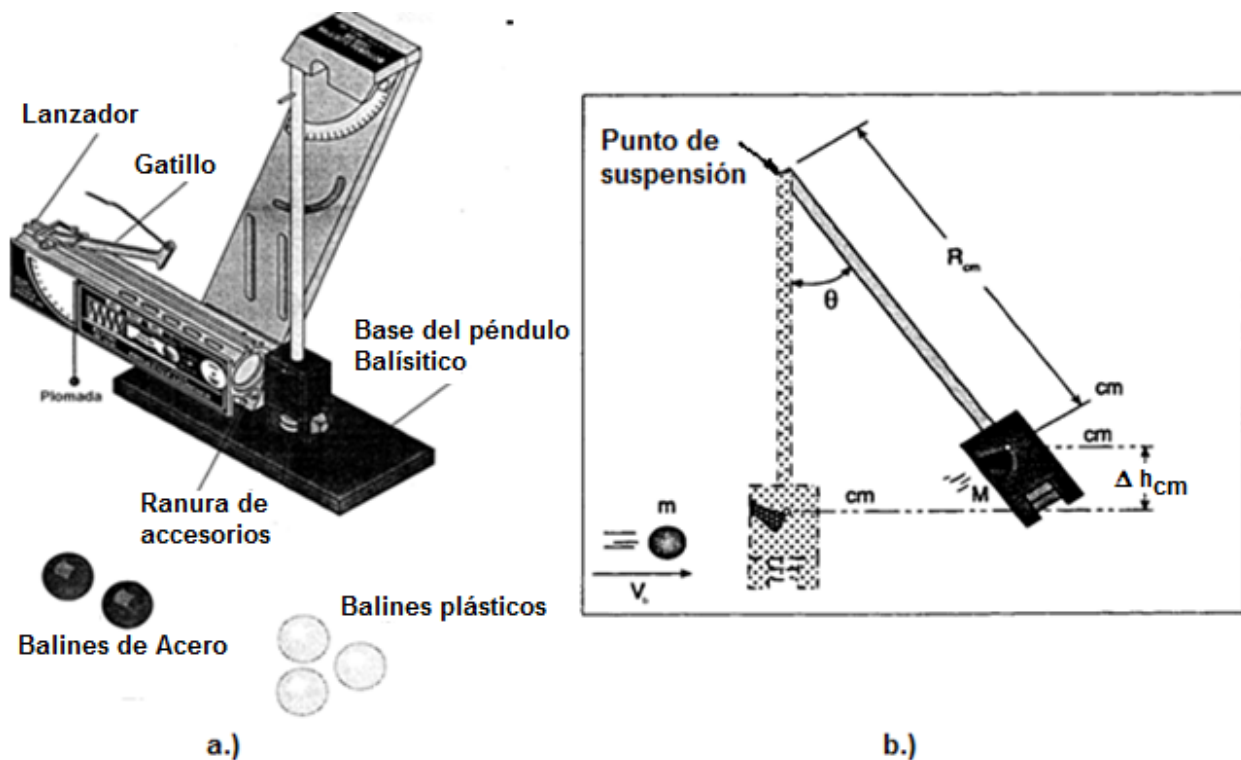

Figura 2. Montaje del Péndulo balístico.
Utilizando un péndulo balístico (Figura 2 a.), un proyectil (balín) de masa m el cual se dispara con rapidez v_b , y al chocar contra el péndulo queda incrustado en él. Como resultado del impacto el conjunto péndulo-proyectil oscila alrededor del punto de suspensión alcanzando una altura máxima Δh (Figura 2b.) sobre el punto donde ocurrió la colisión.
La velocidad inicial de la bola cuando sale del lanzador de proyectiles se determina disparando la bola dentro del péndulo y observando el ángulo máximo que alcanza el péndulo (**ver figura 2**) La velocidad aproximada de la bola se encuentra utilizando la siguiente ecuación (1):